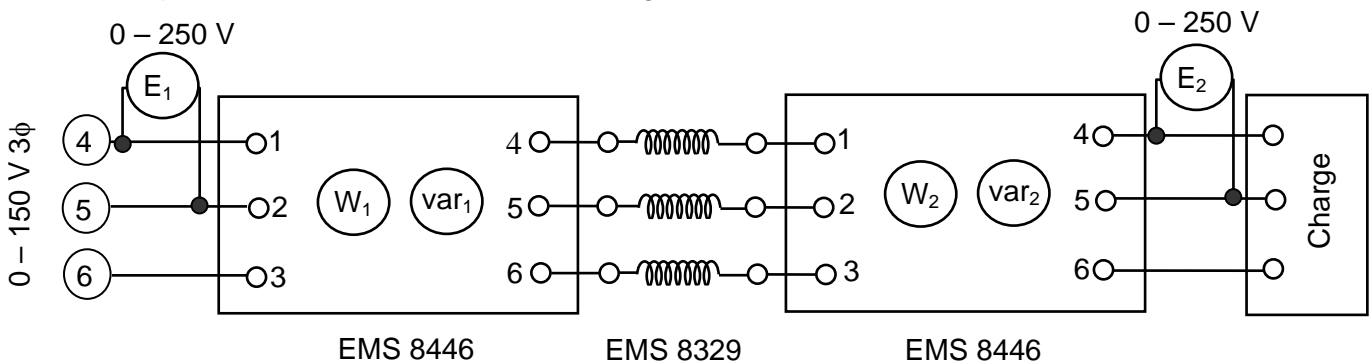

Fig. 2-6
- 2-2) En utilisant la source de tension alternative variable, connecter le circuit comme indiqué à la Fig. 2-6, et ajuster l'impédance de la ligne de transmission à 120 Ω. Connecter une source inductive de 300 Ω en étoile et alimenter. Tous les appareils de mesures devraient avoir une lecture positive si leur polarité indiquée est à la position (+). Si la lecture n'est pas positive, vérifier les connexions des séquences de phases. Nous sommes maintenant près à démarrer l'expérience en utilisant le circuit de la Fig. 2-6.